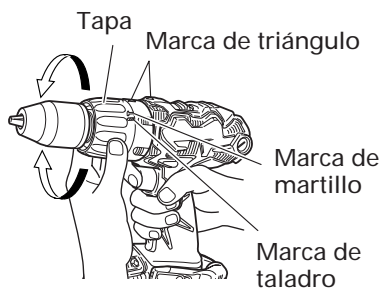

Fig. 21
9. Confirmar la posición de la cubierta <DV14DL> (Ver la Fig. 21)
- (2) Indicación del par de apriete (Consulte la Fig. 21 y 23)
- (3) Ajuste del par de apriete (Consulte la Fig. 21 y 23)